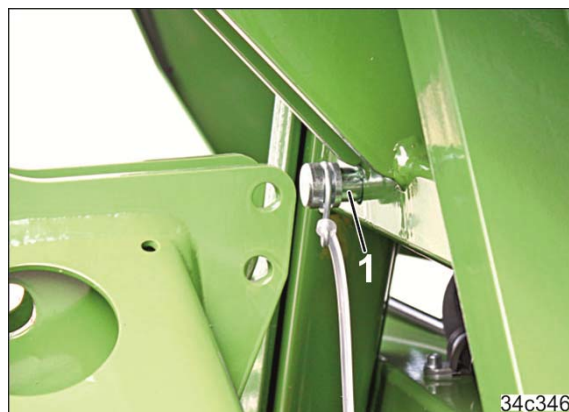

Fig. 128
15. Fixer le triangle d'accouplement avec un écrou (Fig. 128/1).